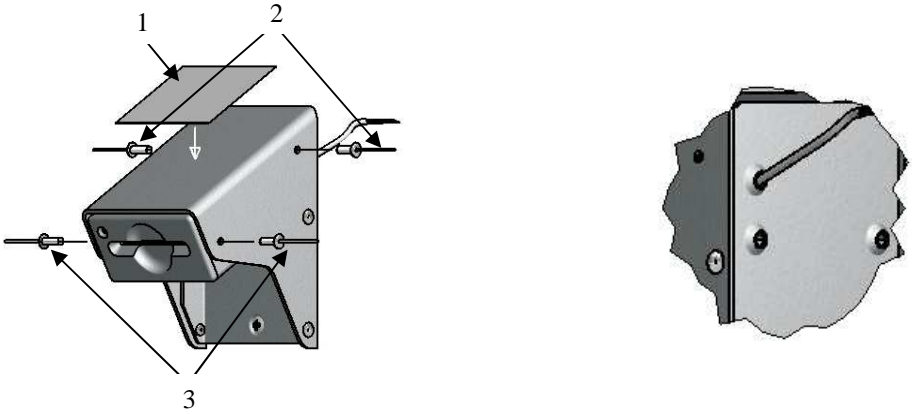

Рис. 4. Установка считывателя на кронштейн для «накладного» крепления
5. Установить считыватель на кронштейн для «накладного» крепления (см. рис. 4).
6. Закрепить считыватель двумя заклепками 3,2x12 мм (см. рис. 4 поз. 2) и двумя заклепками 3,2x8 мм (см. рис. 4. поз. 3)
7. На поверхность кронштейна наклеить информационную наклейку (см. рис. 4 поз. 1).